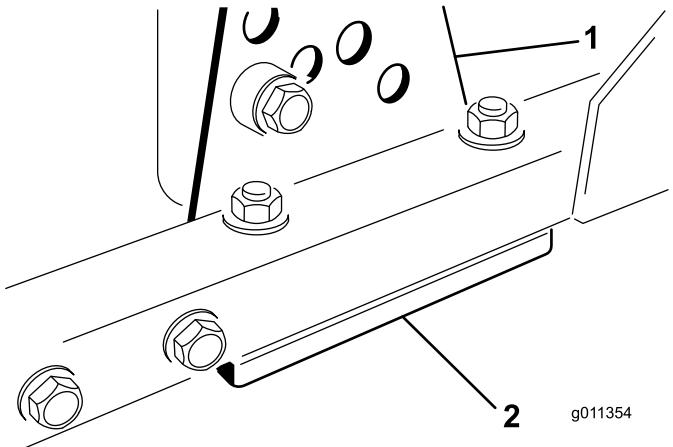

图66
1. 从刀盘架上拆除剪草高度支架（前、左或右）（图 66）。
2. 在刀盘架与剪草高度支架之间增、减 1.5mm 薄垫片和 / 或 0.7mm 薄垫片，以达到所需的高度设置（图66）。